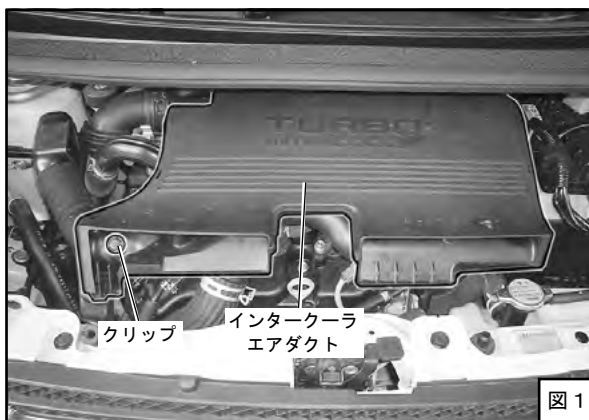

図1
- (1) バッテリーのマイナス端子 (-) からケーブルターミナルを取外してください。
- (2) クリップ1ヶを外し、インタークーラエアダクトを取外してください。(図1)